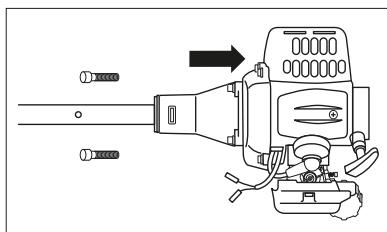

рис. 4
- Установите штангу в сборе на двигатель, используя четыре винта (рис. 4). При этом выходной вал редуктора и бензобак должны располагаться с одной стороны.